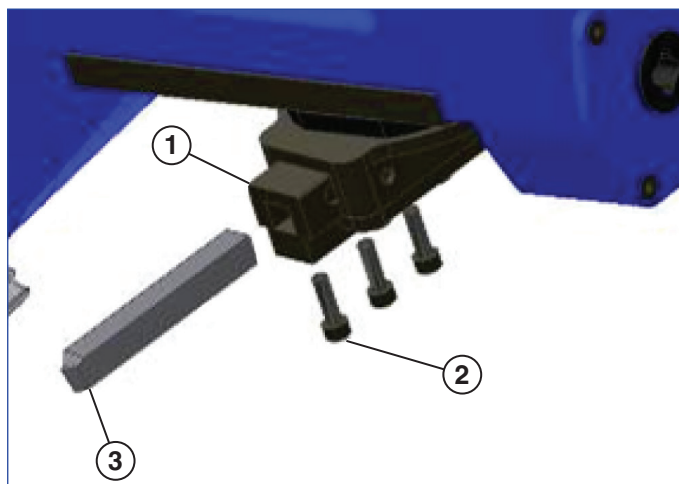

Figura 7
5. Installare la placchetta dell'attrezzo dentro al blocco porta-utensili (vedere la Figura 7). Accertarsi che lo spigolo tagliente sia rivolto lontano dalle viti della placchetta dell'attrezzo. La posizione della placchetta dell'attrezzo deve essere tale che la posizione della placchetta dell'attrezzo sia tale che circa 12,7 - 19,1 mm di questo si estenda oltre il fondo del blocco porta attrezzo, e a questo punto stringere le 3 viti di regolazione della placchetta dell'attrezzo.